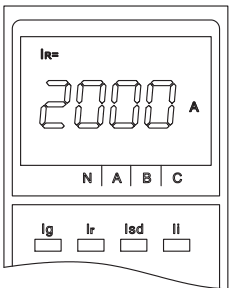
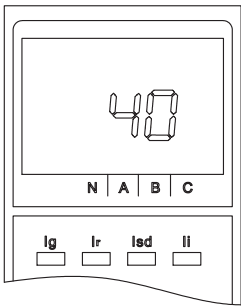

图40 Ir设定值
图49 操作次数
③ 查询状态：在缺省界面下，按“菜单”键一次进入整定值查询状态，再按“→”键依次查询四段保护及其他参数，详见图40~图49，具体调整数据范围见说明书序4.5